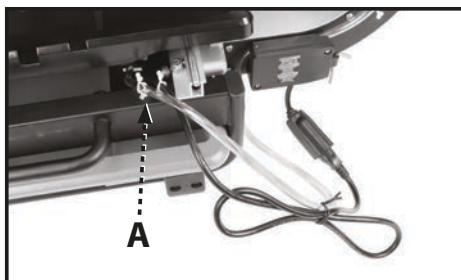

FIGURE 17
2. Placez la pompe (14) dans le fond du seau.
4. Fixez le mou du tuyau et du cordon d'alimentation aux liens d'accrochage prévus à l'arrière de la scie (A, fig.17).